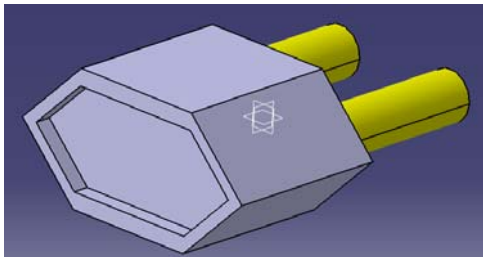

图 3-90
(7) 点击 。选择  后，深度设为 5mm。按鼠标右键，在 Properties 中选择适当的颜色（见图 3-90）。